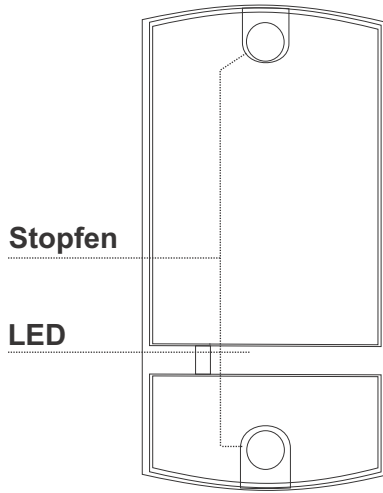

Abb. 2
5. Schließen Sie die Löcher im Lesegerät mit den mitgelieferten Stopfen (Abb. 2).